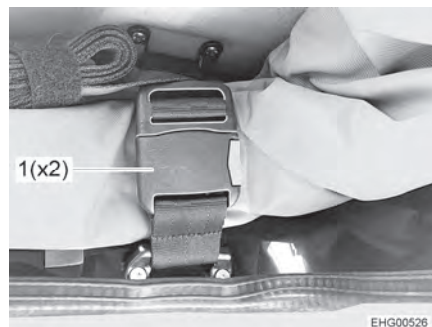

Bild 57 Gurtschloss
- Beide Gurtschlösser (Bild 57,1) öffnen.